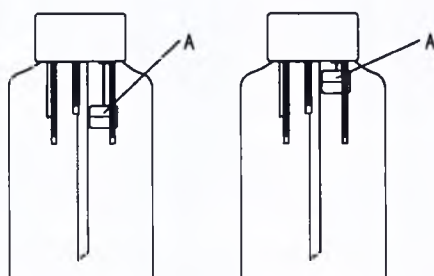

Рис. 7
Причина: Заклинило поплавковый клапан (Рис. 7 (А)).
Способ устранения: Опустите вниз поплавковый клапан емкости для сбора откачиваемой жидкости (Рис. 7 (А)).
Способ определения: Электродвигатель насоса работает, поплавковый клапан (Рис. 7 (А)) емкости для сбора откачиваемой жидкости (Рис. 1 (5)) находится внизу. Если открыть емкость, будут слышны всасывающие звуки.
- Способ определения:** Электродвигатель насоса работает, поплавковый клапан (Рис. 7 (А)) емкости для сбора откачиваемой жидкости (Рис. 1 (5)) находится внизу. Если открыть емкость, будут слышны всасывающие звуки.